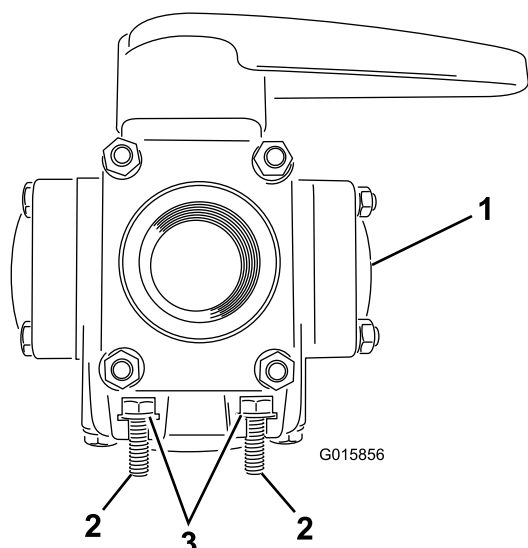

Figure 15
2. Insérez 4 boulons (6 mm) et 4 rondelles (6 mm) dans les fentes de la vanne à quatre voies (Figure 15).